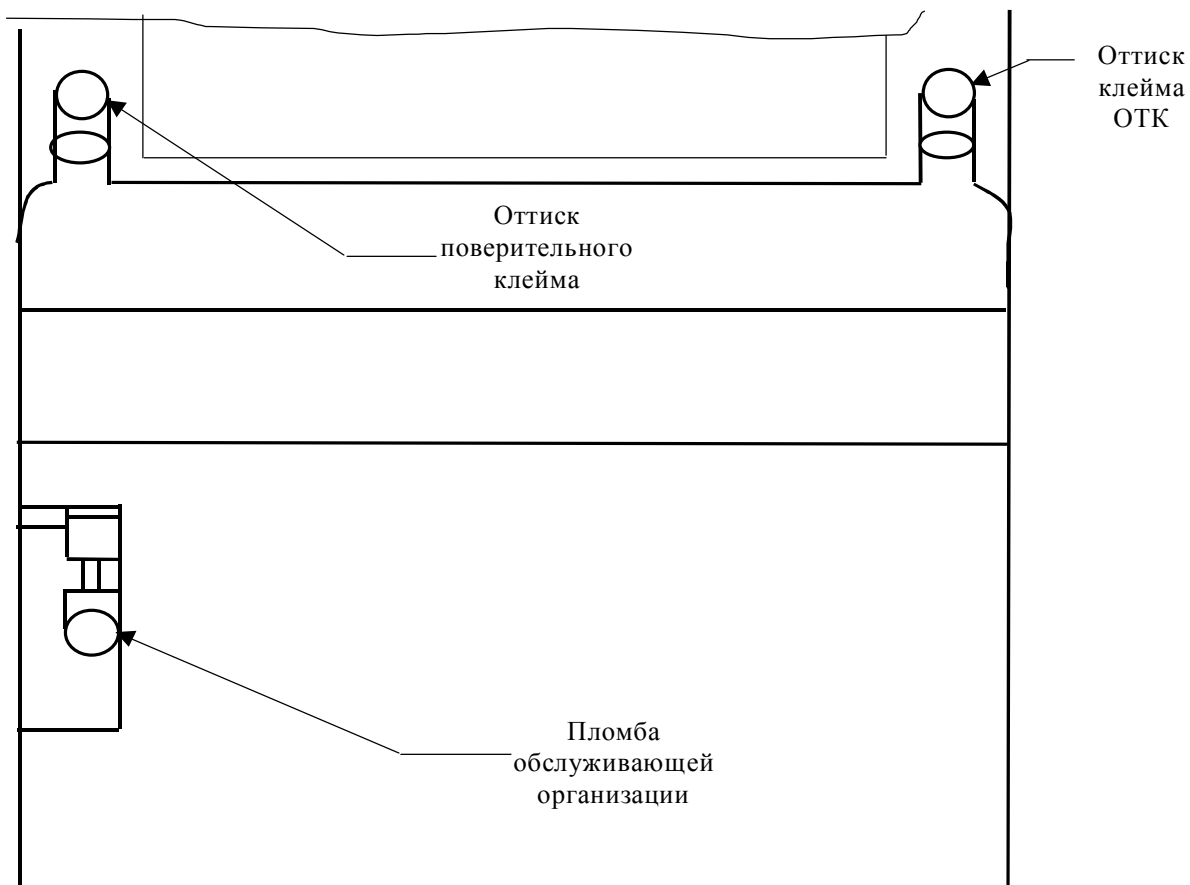

Рисунок 2 – Пломбирование счётчика
- снять пломбу защитной крышки контактной колодки, отвернуть два винта крепления и снять защитную крышку (Рисунок 2);